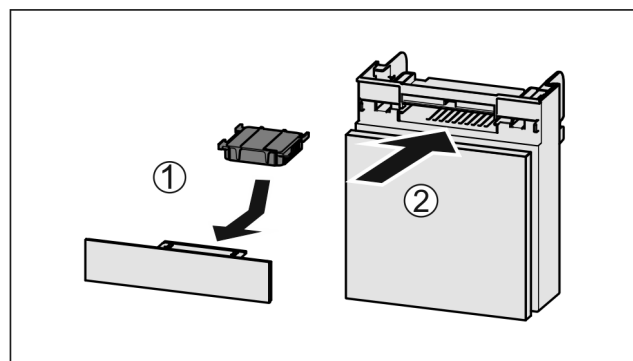

Fig. 155
- Umetnite filtara s aktivnim ugljenom kao što je prikazano na slici Fig. 155 (1).
- Umetnite pretinac Fig. 155 (2).